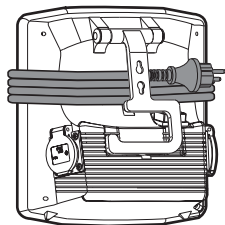

Fig. 12
- 4.2 Después de usarla, enrolle el cable en la carcasa (véase la fig. 12).